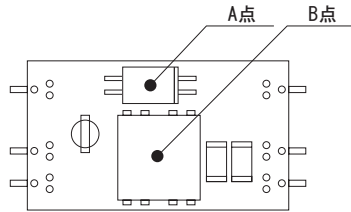

図7.3 強制通風時の温度測定箇所
①SU3
■強制通風時（1m/s）は、図7.3のA点の温度が115℃以下、かつB点の温度が120℃以下となるように通風して、ご使用ください。